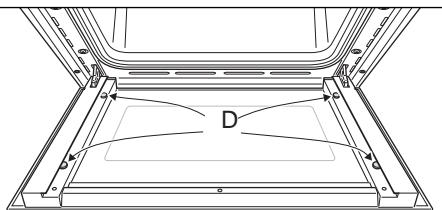

Abb. 7.16b
- Achten Sie auf die korrekte Position der vier Abstandshalter aus Gummi ("D" in Abb. 7.16b).